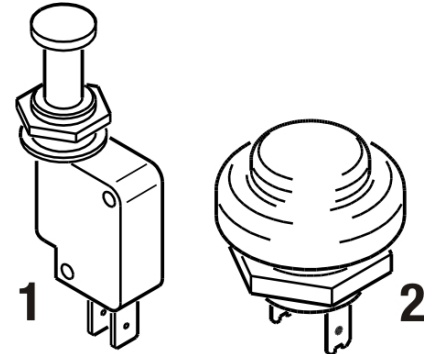

Bild 7
- ➔ Zündspule mit den Befestigungskomponenten (2 x Rundpuffer Pos. 9, 4 x Scheibe Pos. 11 und 4 x Sicherungsmutter Pos. 12) entsprechend der Illustration (siehe Bild 7) am Getriebedeckel befestigen.